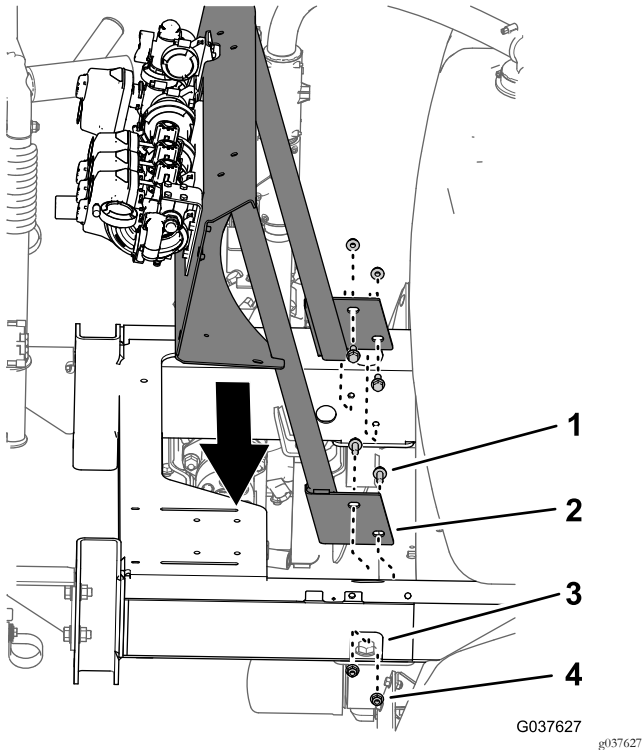

Figura 50
1. Allineate i fori sul supporto delle valvole con i fori nel telaio della macchina (Figura 50).